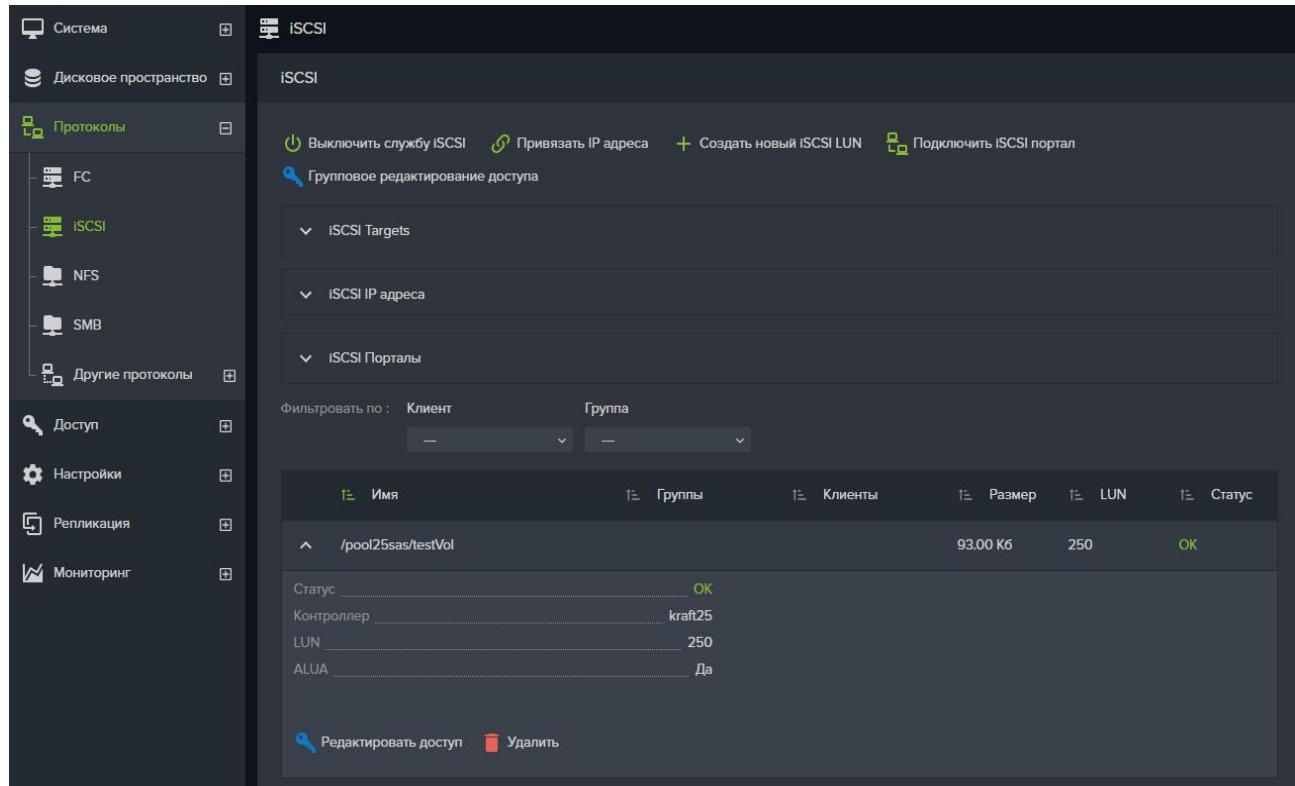

Рисунок 86. Свойства iSCSI LUN.
2. Выберите нужный iSCSI LUN из списка, развернув его панель свойств (см. Рисунок 86);